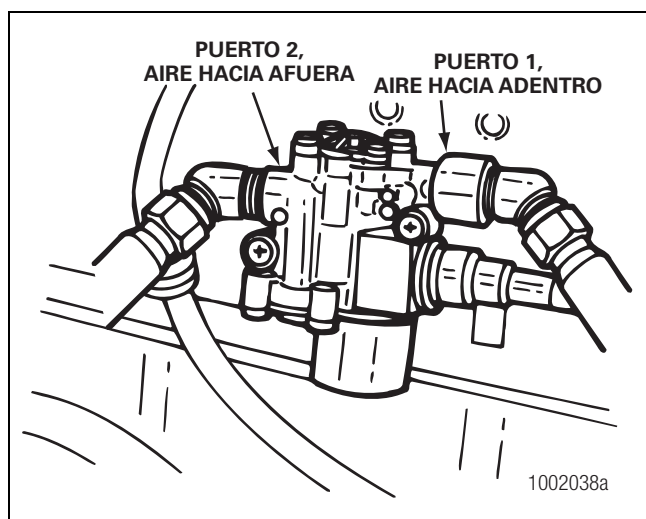

Figura 4.4
5. Desconecte las líneas de aire de los Puertos 1 (suministro de aire) y 2 (descarga de aire) de la válvula del ABS. Figura 4.4.